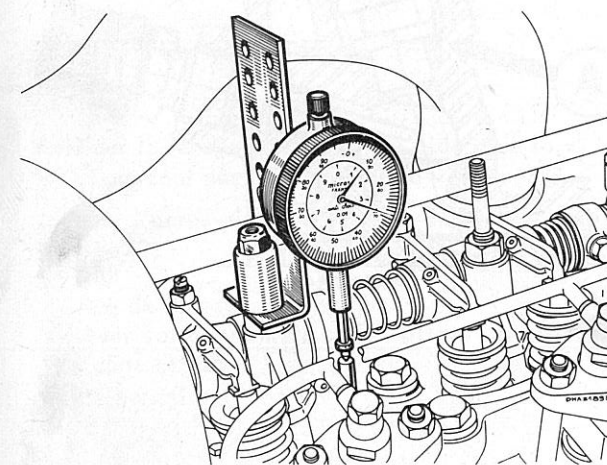

Fig. 66
- Placer un comparateur sur la queue de soupape et rechercher le PMH. Régler le comparateur à 0, retourner en arrière et revenir pour placer le piston à 1,72 mm avant le PMH (Fig. 66).